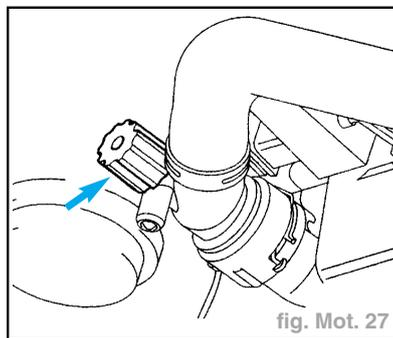

fig. Mot. 27
- Tourner vers la gauche la vis de vidange (flèche) du radiateur, brancher si nécessaire une autre durit sur la tubulure (fig. Mot. 27).